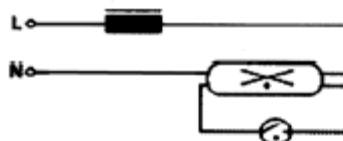

Рис.2 – Схема включения бактерицидных ламп с ЭмПРА
- 4.3 Светильники-облучатели выпускаются с электромагнитными или электронными ПРА. Схемы включения бактерицидных ламп с электромагнитным ПРА приведены на рис. 2. Схема включения ламп с электронным ПРА приведена на корпусе электронного ПРА.